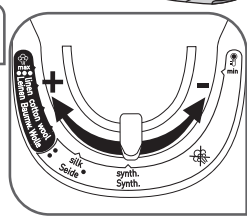

Fig.7
- Stellen Sie die Temperatur – fig.7. Ihr Bügeleisen ist mit der Autosteam-Funktion ausgestattet. Je nach eingestellter Stoffart stellt das Bügeleisen automatisch und präzise die geeignete Temperatur und Dampfmenge ein, um ein optimales Ergebnis zu gewährleisten.